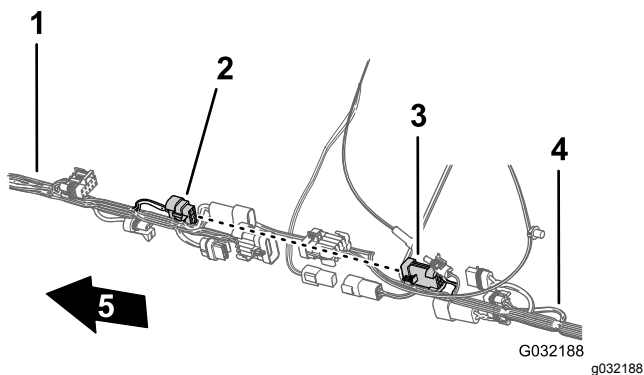

図 116
3. 前方ハーネスのスプレーヤ用ハーネスインターコネクタの8ピンコネクタを、後方ハーネスのレートスイッチ用8ソケットコネクタに接続する 図 116。